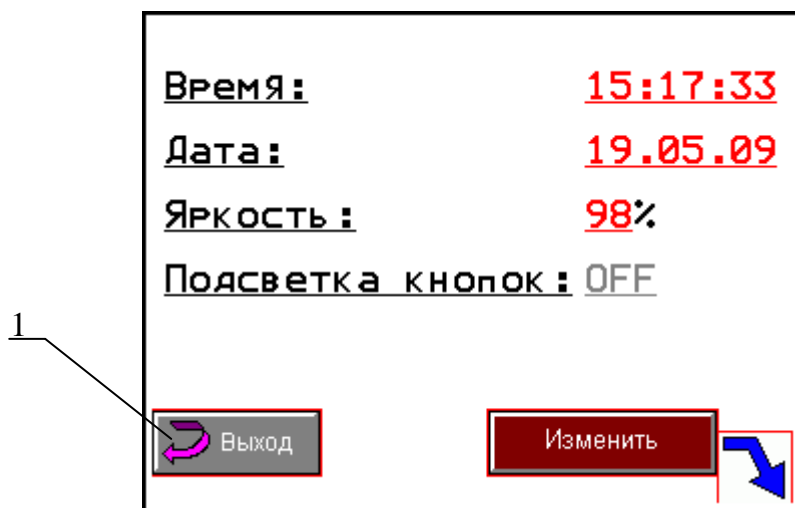

Рисунок 2.6 – Окно настройки
- Выход из окна настройки в основное меню – по нажатию кнопки «Выход» (рисунок 2.6, позиция 1).